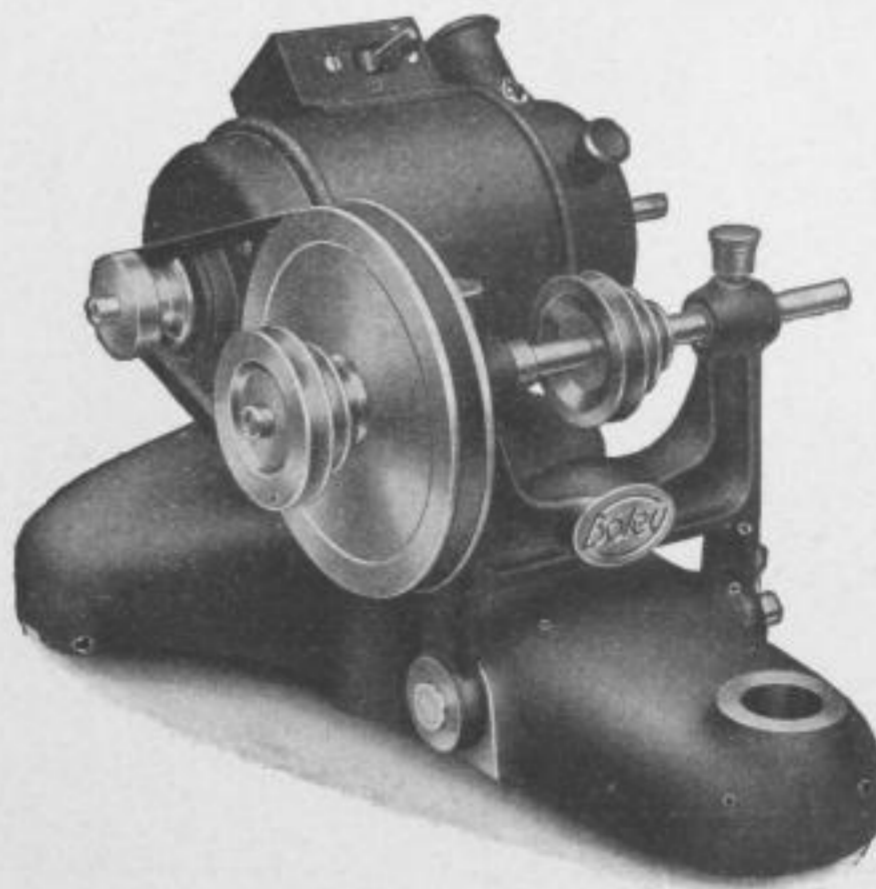

Abb. 1. Schwerfußmotor (Werkaufnahme)
G. Boley hat deshalb schon vor einiger Zeit einen sogenannten Schwerfußmotor herausgebracht (vgl. Abb. 1), dessen Gesamtgewicht so groß ist, daß er einer besonderen Befestigung nicht mehr bedarf. Man braucht ihn nur auf dem Werkstisch oder an der gewünschten Stelle aufzustellen.